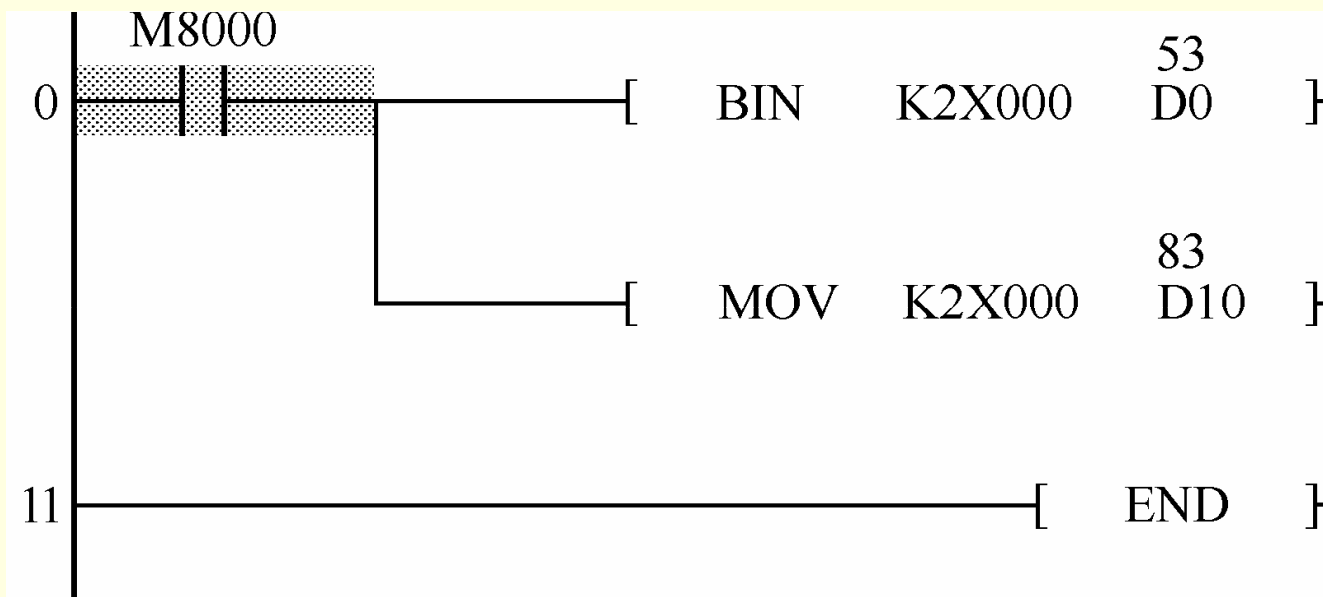

图10.16 拨码开关的数据变换
**【解】** 在图10.16所示的程序监控中可以看出，经BIN变换后数据寄存器D0中的数据“53”是正确的。而不经BIN变换，直接传送到数据寄存器D10中的数据“83”则是错误的。